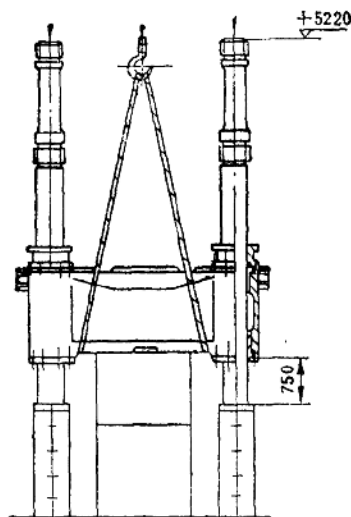
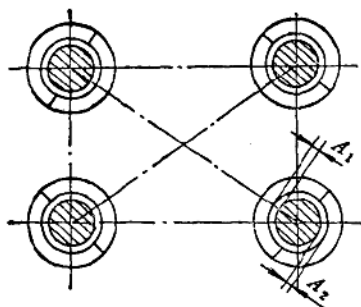

图13-2-26 动梁部分的吊装
图13-2-27 导套的剖面位置
5) 活动横梁的装配: 如图 13-2-26 所示, 清洁活动横梁, 先用行车试吊找平, 然后一次提升, 略高于立柱后, 平移至 4 立柱上方, 使 4 立柱对准活动横梁的立柱孔, 缓慢下降, 使活动横梁安全顺利地套入立柱, 并放于方箱上。然后装上部导套于横梁孔内, 调整导套内孔与立柱之间隙, 导套的剖面位置应符合图 13-2-27, 内孔与立柱的间隙,